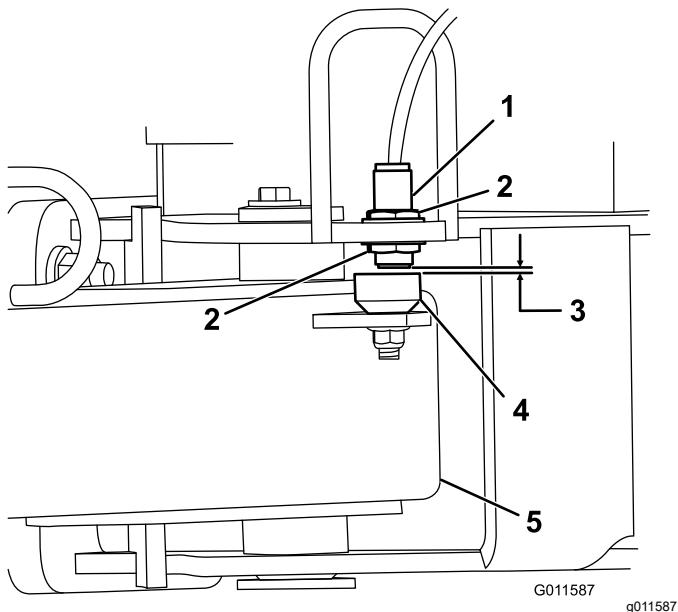

Figura 4
5. Allentate i controdadi che fissano l'interruttore di prossimità al telaio e abbassate l'interruttore fino a posizionarlo a 2,6 – 4,0 mm dalla piastra di rilevamento presente sul timone di traino (Figura 4). Serrate i controdadi per fissare la regolazione.